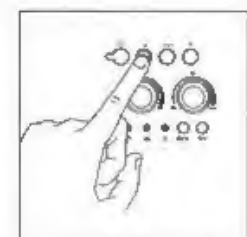

Fig. 12
- (4) 可根据制作量在咖啡流出口下放置一个咖啡杯（图例9）或两个咖啡杯（图例10）。对于制作卡布奇诺（CAPPUCCINO）咖啡要下降咖啡流出口高度与咖啡杯的距离越近越好（图例11）。
- (5) 按控制面板  单杯量咖啡按键（图12）制作一杯咖啡或按控制面板  双杯量咖啡按键制作两杯咖啡（图例13），这时咖啡机就开始研磨咖啡豆了，并同时运行一个简短的加热循环过程。当达到用户所需要的咖啡研磨量后机器会自动停止传输咖啡豆，并将研磨好的咖啡粉移送到特殊的压制容器中压成饼状，紧接着通过萃取部分，您所需的咖啡就会被萃取出来了，并同时将萃取后的咖啡渣弹入“R”咖啡渣盛接盒中。
- (6) 如果要继续制作咖啡，一会后当控制面板  单杯咖啡温度OK指示灯或者  双杯咖啡温度OK指示灯再次处于常亮的状态时就可以进行下一个咖啡制作循环了。
- (7) 按动控制面板  电源开关按键（图例4）来关闭机器。
**提示4：**当正在制作咖啡时，制作过程可通过按控制面板  单杯量咖啡按键（图12）制作一杯咖啡或按控制面板  双杯量咖啡按键制作两杯咖啡（图例13）按键随时停止机器工作。
**提示5：**一旦咖啡刚刚萃取完毕，若需要增加咖啡水量时，可根据先前所选择的杯量按住控制面板  单杯量咖啡按键（图12）或按控制面板“5”双杯量咖啡按键  （图例13）不放，直到达到用户所需的咖啡量为止。（此项操作必须要在出完咖啡后3秒钟之内进行操作）。
- (7) 打奶时当达到了规定温度后,(最理想温度为66-71度之间),通过顺时针旋转“B”蒸汽档旋钮来停止充入蒸汽,直到拧不动为止,(图例6)。然后再次按下控制面板按键 ☺ 蒸汽功能开关按键(图例21)来关闭蒸汽功能。
- (8) 将带有牛奶泡沫的牛奶倒入之前先做好的浓缩咖啡内,至此卡布奇诺(CAPPUCCINO)基本制作完成。(可根据使用者的个人口味实际需要添加糖、巧克力粉、可可粉、肉桂粉或豆蔻粉等)。
**提示1:** 当制作完卡布奇诺(CAPPUCCINO)咖啡后,应马上按一下控制面板按键 ☺ 蒸汽功能开关按键(图例21)以关闭其功能。当按下控制面板 ☺ 单杯量咖啡按键(图12)制作一杯咖啡或按控制面板 ☺☺ 双杯量咖啡按键制作两杯咖啡(图例13)按键就可再次制作咖啡了。如机器因温度过高已至于不能正常制作咖啡时(控制面板 ☺ 单杯咖啡温度OK指示灯或者 ☺☺ 双杯咖啡温度OK指示灯闪烁,表示此时的温度并不适合制作咖啡)等待机器冷却大约10分钟后便可以正常继续使用了。